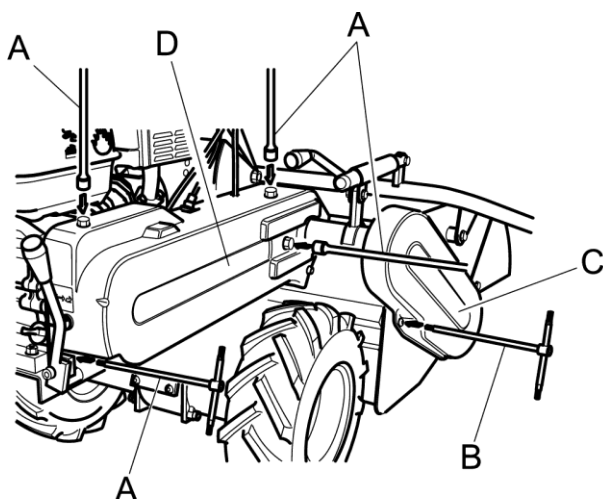

Figura 9
- Rimuovere la protezione in plastica (Fig. 9 Rif. C), svitando e togliendo le viti indicate in figura 9 Rif. B.
Per accedere alla zona in cui sono situate le cinghie di trasmissione ed il dispositivo di regolazione del freno rotore, occorre rimuovere la protezione in plastica (fig. 9 rif. D), quindi svitare e togliere le viti indicate in figura 9 rif. A